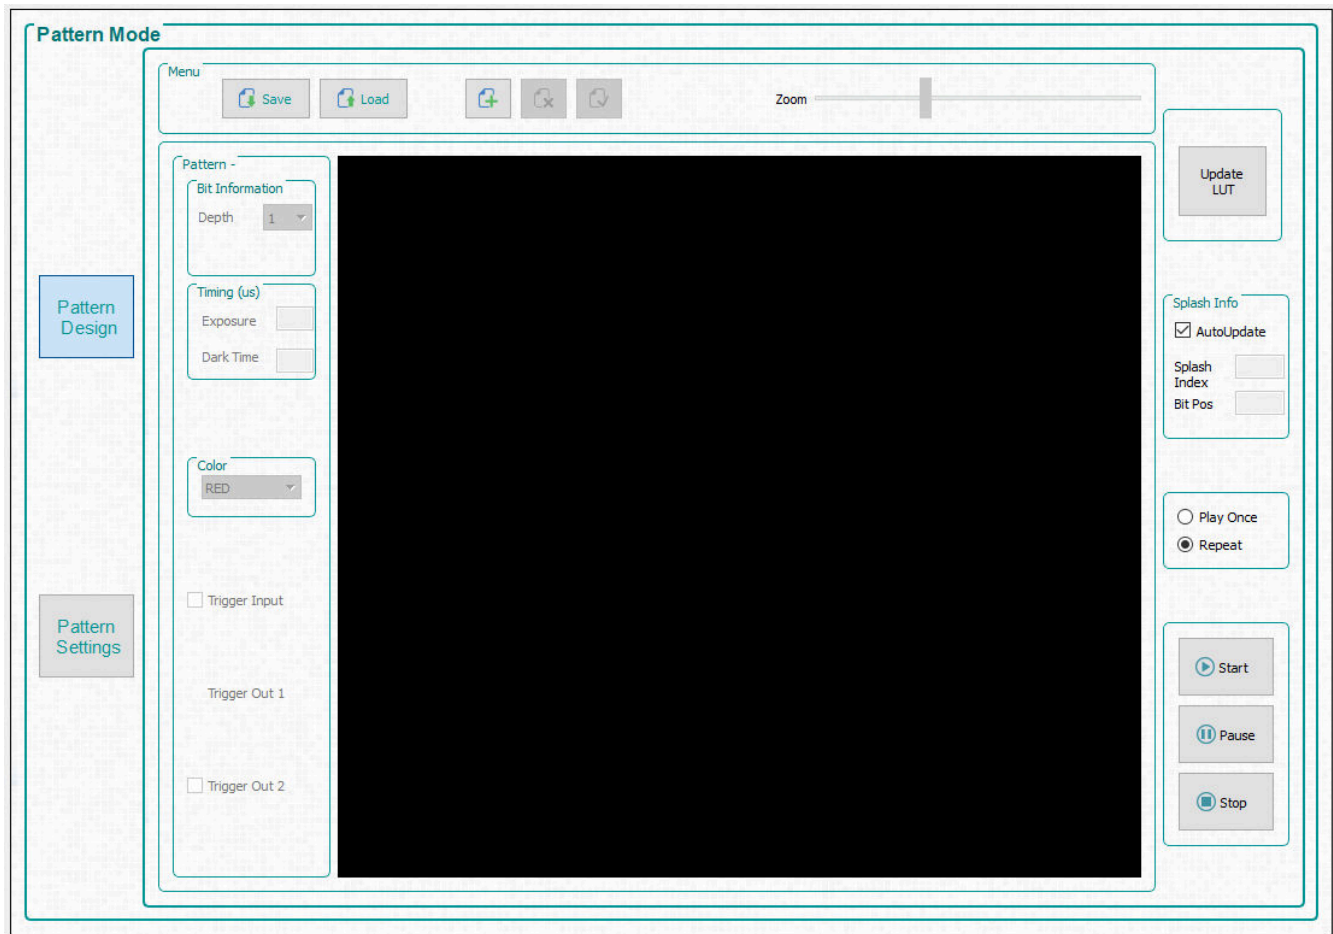

図 7-6. [Pattern Mode] デザイン・パネル
GUI の上端にある [Pattern Mode] ボタンをクリックすると、図 7-6 に示す [Pattern Mode] パネルが表示されます。
2. [Operating Mode] グループ・ボックスから [Pattern On-The-Fly Mode] を選択してから、[Pattern Design] ボタンをクリックすると、図 7-6 に示すような大きな黒いパネルが表示されます。